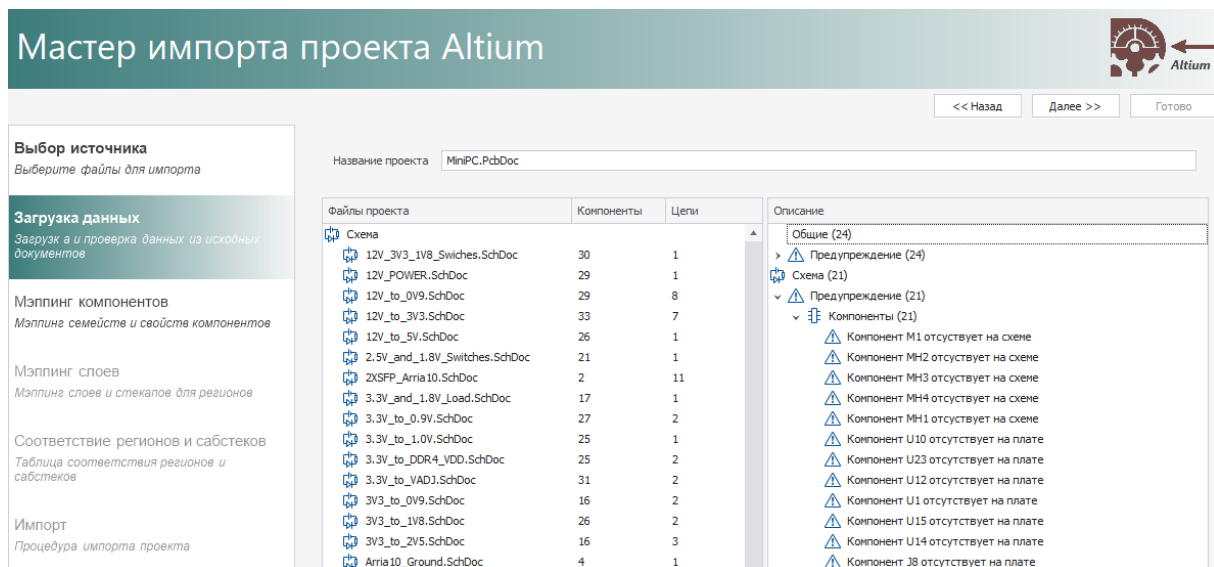

Рис. 12 Загрузка и проверка файлов исходных документов проекта
2. Дождитесь завершения процесса загрузки и проверки файлов исходных документов проекта Altium Designer. В левой части окна импорта будут отображены все импортированные файлы проекта, в правой – сообщения и предупреждения по итогу импорта файлов (общие сообщения, предупреждения по импорту схемы/платы), см. Рис. 12.